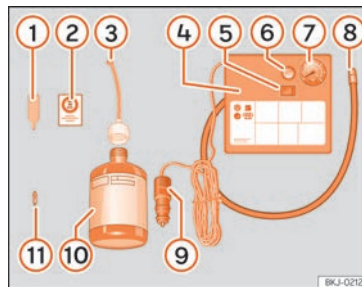

Abb. 65 Prinzipdarstellung: Bestandteile des Pannensets
- Ventilkappe und Ventileinsatz vom Reif Ventil abschrauben. Verwenden Sie den Ventileinsatzdrehwerk »» **Abb. 65**  zum Heraus-schrauben des Ventileinsatzes. Legen Sie den Ventileinsatz auf einem sauberen Untergrund ab.
- Reifendichtmittelflasche kräftig schütteln »» **Abb. 65** .
- Schrauben Sie den Einfüllschlauch »» **Abb. 65**  auf die Dichtmittelflasche. Die
- Verschlussstopfen vom Einfüllschlauch »» **Abb. 65** ③ entfernen und das offene Ende ganz auf das Reifenventil stecken.
- Ventileinsatz mit dem Ventileinsatzdreher »» **Abb. 65** ① wieder in das Reifenventil schrauben.
- Reifenfüllschlauch »» **Abb. 65** ⑧ des Luftkompressors fest auf das Reifenventil schrauben.
- Prüfen, ob die Luftablassschraube »» **Abb. 65** ⑥ zugedreht ist.
- Stecker »» **Abb. 65** ⑨ in die 12 Volt-Steckdose des Fahrzeugs stecken »»  Seite 189.
- Luftkompressor mit dem EIN- und AUS-Schalter »» **Abb. 65** ⑤ einschalten.
- Kleben Sie den Aufkleber »» **Abb. 65** ② im Sichtfeld des Fahrers auf das Kombiinstrument.